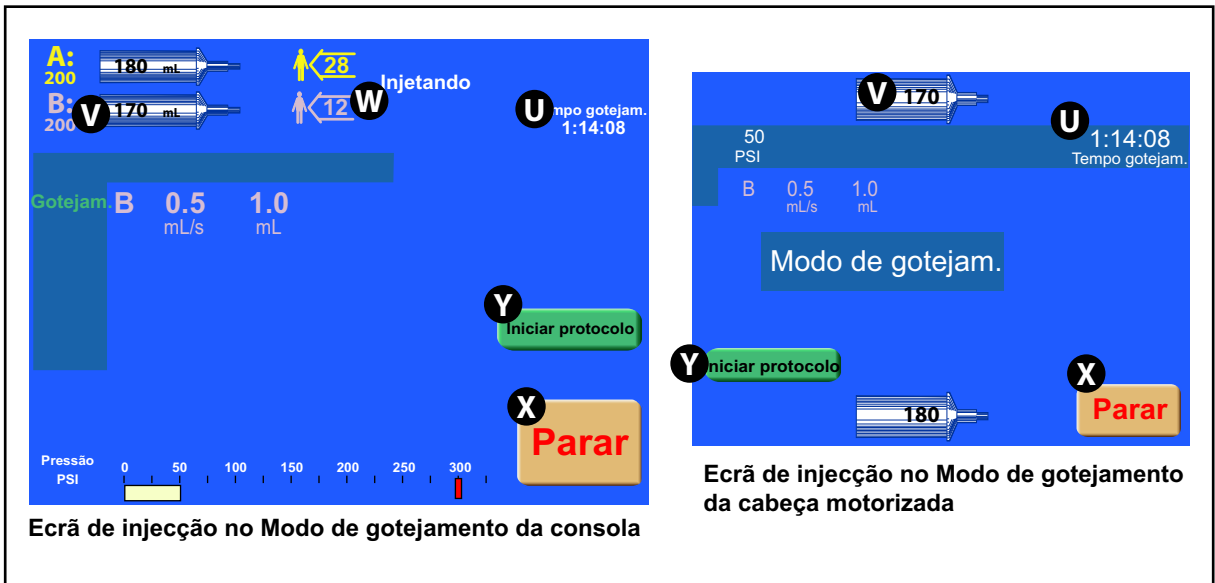

Figura 4-11-2 Tela de injeção no modo de Gotejamento
3. Pressione a tecla [Iniciar gotejamento] **S** para iniciar a injeção e será exibida a tela mostrada na Figura 4-11-2. A tecla [Sair] **T** está disponível para sair do modo de Gotejamento e voltar à tela do protocolo ativado.